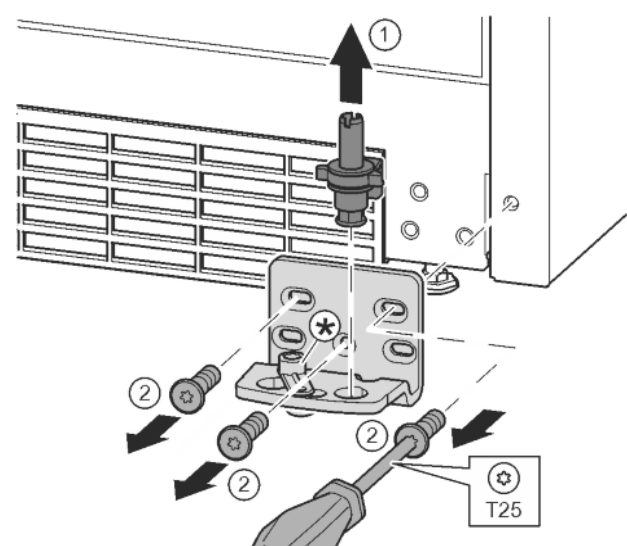

Fig. 16
- Sortir complètement l'axe de palier par le haut. Fig. 16 (1)
- Desserrer les vis avec le tournevis T25 et enlever le support de palier. Fig. 16 (2)